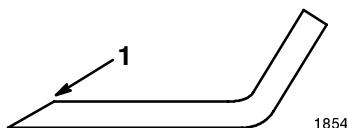

Figure 38
1. Au moyen d'une lime, aiguissez les arêtes de coupe aux deux extrémités de la lame (Fig. 38) en veillant à conserver l'angle de coupe d'origine. Limez la même quantité de métal sur chacune des deux arêtes pour ne pas déséquilibrer la lame.